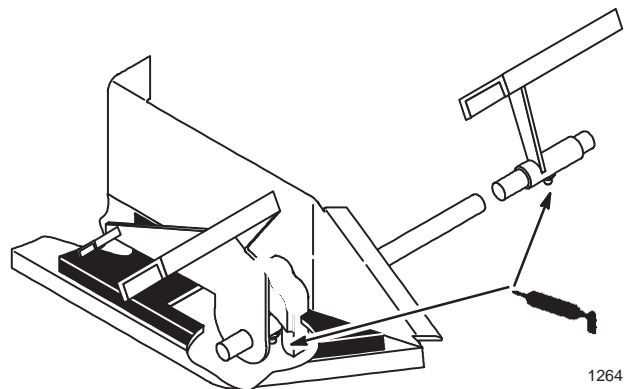

Figure 26
3. Graisser la pédale de traction des modèles à transmission hydrostatique (ou les pédales de frein et d'embrayage des modèles à transmission mécanique) au point de pivotement sur leur axe (Fig. 26).